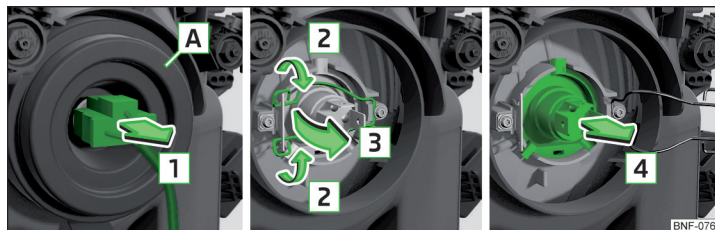

Fig. 172 Udskiftning af pære til nær- og fjernlys
- ▶ Træk stikket af pæren i pilens retning **1** » Fig. 172.
- › Tryk låsebøjlen i retning mod forlygten, og hægt den derefter af i pilens retning **2** » Fig. 172.